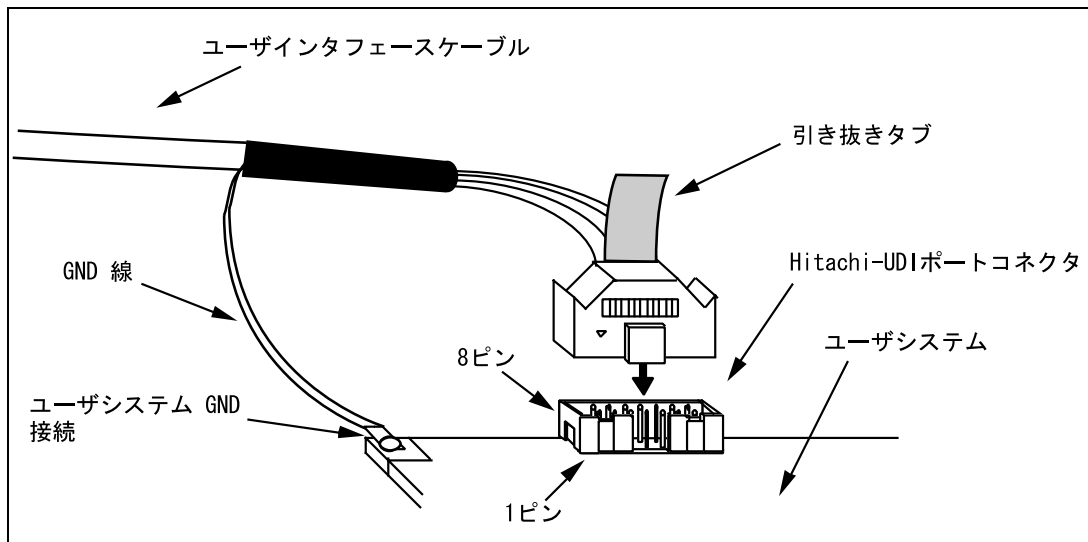

図 2.4 14 ピンストレータイプコネクタ使用時のユーザシステム側のユーザインタフェースケーブル接続方法
- (2) ユーザインタフェースケーブルコネクタの信号TDOは、Hitachi-UDIポートコネクタのTDIに、ユーザインタフェースケーブルコネクタの信号TDIはHitachi-UDIポートコネクタのTDOに接続できるよう、Hitachi-UDIポートコネクタのピン配置には注意してください。 Hitachi-UDIポートコネクタのピン配置は「6.2章 Hitachi-UDIポートコネクタのピン配置」を参照してください。
- (3) 14ピンストレートタイプコネクタ使用時のユーザインタフェースケーブルの接続方法を図2.4に示します。 ケーブルのGND線はユーザシステムのGNDに接続してください。 また、GNDにネジ止めする場合はφ3 (mm)のネジを用意してユーザシステムのGNDに接続してください。